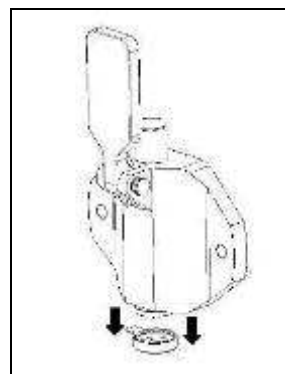

Fig. 12
- **R**imuovere il dispositivo per dare la forma a stella al gelato dalla flangia (fig.12).